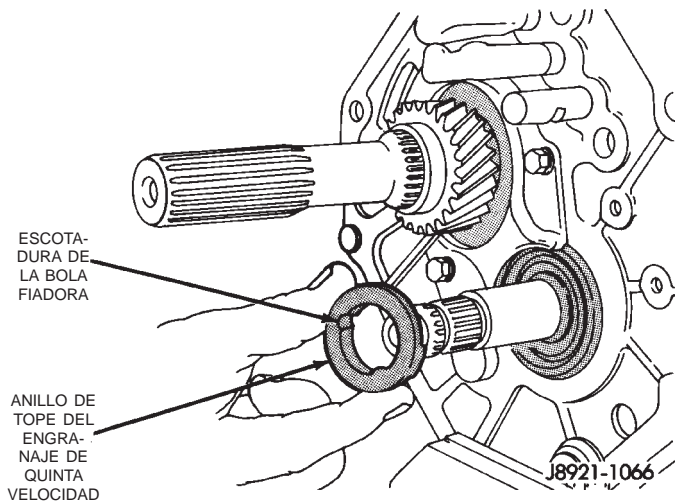

Fig. 94 Instalación del anillo de tope del engranaje de quinta velocidad
(40) Instale el anillo de tope del engranaje de quinta velocidad en el árbol intermediario y por sobre la bola retén (Fig. 94).